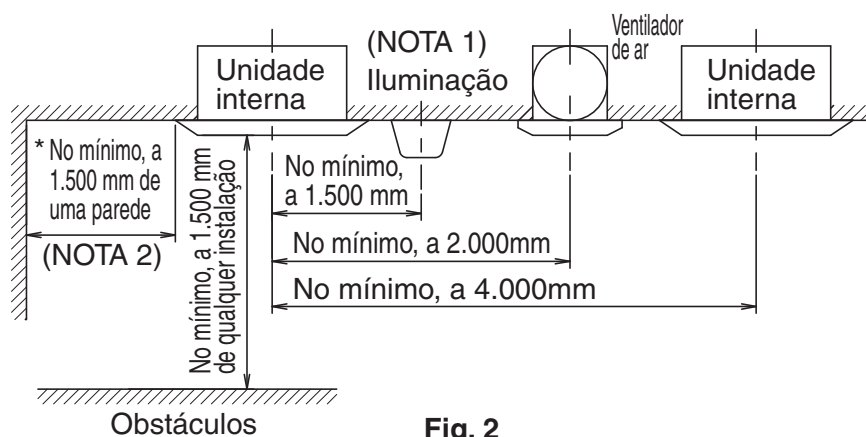

Fig. 2
- Quaisquer aberturas, luminárias e outros equipamentos que possam interromper o fluxo de ar podem sujar a parte superior da unidade, caso estejam localizados muito próximos; dessa forma, siga a Fig. 2 ao realizar a instalação.